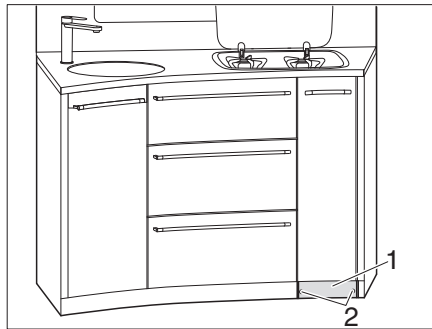

Bild 122 Sockel abschrauben
- 2 Schrauben (Bild 122,2) am Sockel (Bild 122,1) abschrauben.
- Sockel (Bild 122,1) abnehmen.